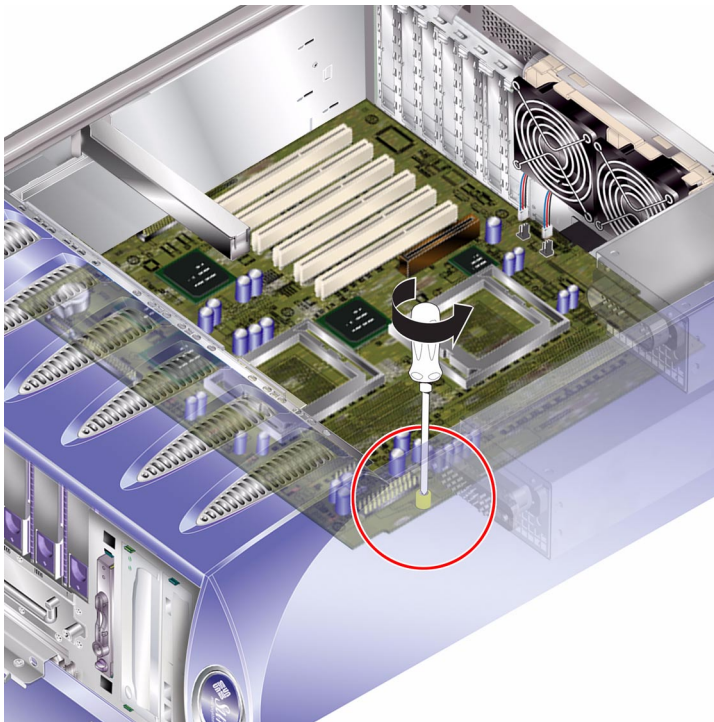

FIGURA 1-22 Ubicación del tornillo de sujeción de la placa del sistema
11. Afloje el tornillo de sujeción de la placa del sistema. Consulte la FIGURA 1-22.